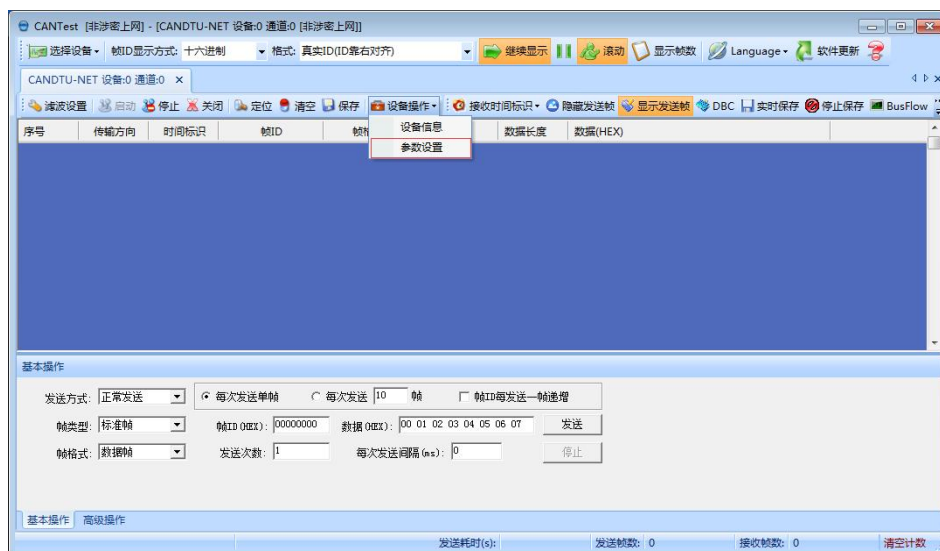
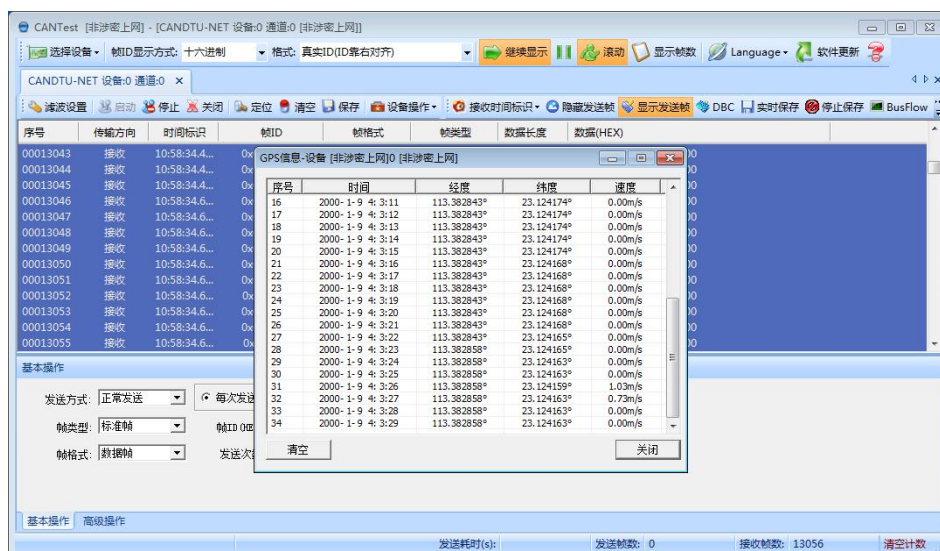

图 4.28 参数设置选择
图 4.29 GPS 定位数据
5) 如图 4.28 所示，点击“设备操作”项下“参数设备”可查看 GPS 上传位置信息，如图 4.29 所示。